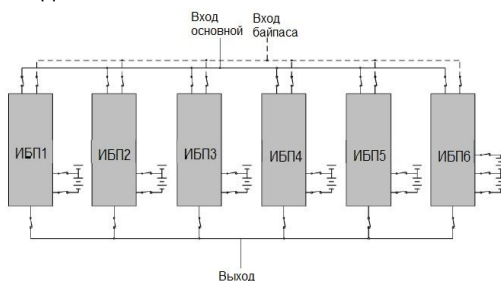
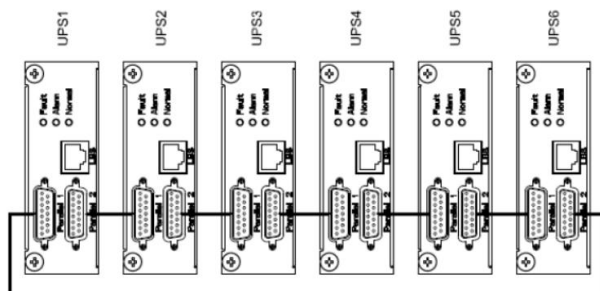

Рисунок 7 – Пример схемы подключения четырех изделий в систему параллельного резервирования с выходным распределительным шкафом.
Рисунок 8 – Схема соединения изделий в «кольцо» через параллельные порты
Изделие имеет встроенный параллельный контроллер и может работать в системе бесперебойного питания с параллельным резервированием (см. рисунок 7 и рисунок 8). Целью такой системы является либо повышение надежности (резервирование), либо увеличение общей выходной мощности (масштабирование).
- отключите входное сетевое питания каждого изделия, убедитесь в том, что все внешние выключатели разомкнуты (см. рисунок 7);